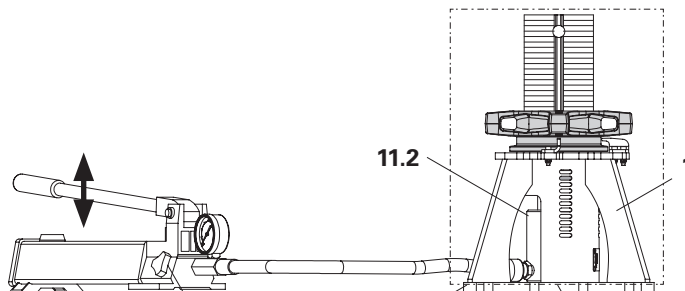

Fig. A5.06
2. Azionare la leva della pompa fino a quando il cilindro poggia sul pressore rosso (**1.1**) del tubo filettato. (Fig. A5.06)